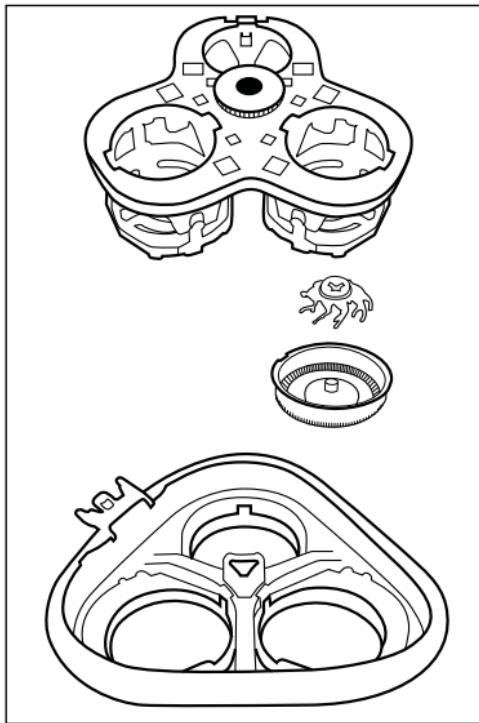

Figura 1
- 1) Presione el botón de desencastre **④**. Tras esto, la unidad de cuchillas **②** se suelta.
- 2) Tire ligeramente de la unidad de cuchillas **②** para poder extraerla hacia arriba.
- 3) Presione ligeramente la rueda dentada negra hacia abajo y gírela cuidadosamente en sentido antihorario hasta que pueda extraerse el soporte de los cabezales de corte (consulte la figura 1).
- 5) Vuelva a montar la unidad de cuchillas **2**. Para ello, consulte la figura 1: